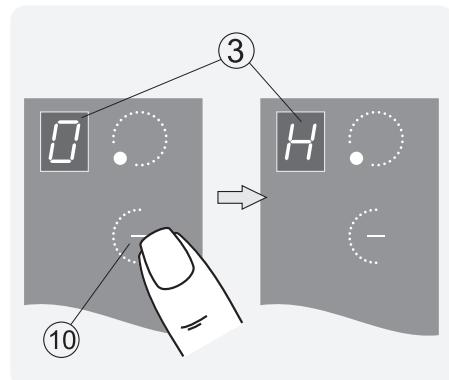

Рис.12
После выключения конфорки в окне индикации ③ (рис. 12) высвечивается буква «H» (от англ. hot – «горячий»).